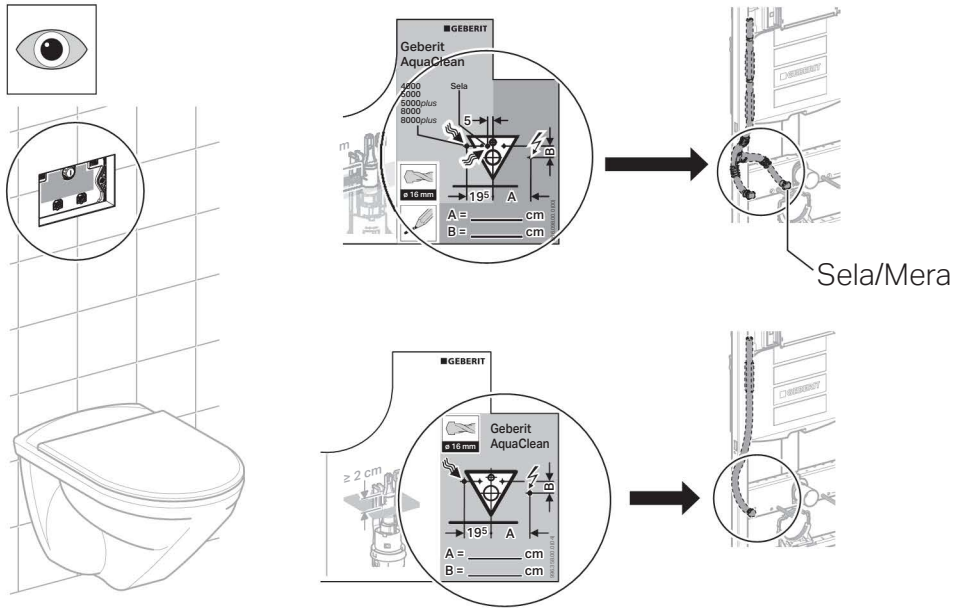

Bild 167: Art des Wasseranschlusses
- ¹⁾ Bei Installationselementen für Wand-WC seit April 2013 ist das Y-Leerrohr vormontiert. Der blaue Aufkleber mit dem Hinweis zu den Geberit AquaClean Modellen auf der Schutzplatte weist auf ein vorhandenes Y-Leerrohr hin (siehe Bild 167 auf Seite 167).
- ²⁾ Bei Installationselementen für Wand-WC ist das Leerrohr vormontiert. Der blaue Aufkleber auf der Schutzplatte weist auf ein vorhandenes Leerrohr hin (siehe Bild 167 auf Seite 167).